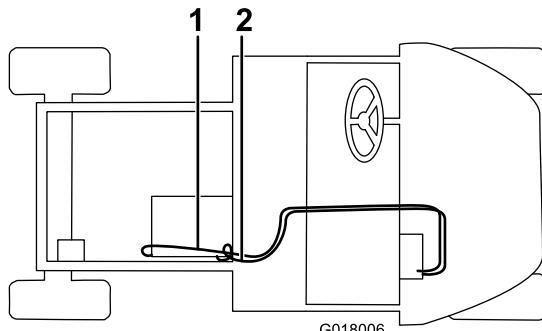

Bild 22
5. Schließen Sie den langen Schlauch mit einer Schlauchklemme am Heizungsventil an und verlegen es durch das Loch im Sitzunterteil, durch das Loch im Ladepritschenrahmen und befestigen ihn mit einer Schlauchklemme am geraden Anschlussstück (Bild 22). Schneiden Sie überschüssigen Schlauch ab.
6. Schließen Sie den kurzen Schlauch mit einer Schlauchklemme am weißen Füll-T-Stück an, verlegen ihn durch die R-Klemme am Handschuhfach, durch das Loch im Sitzunterteil und schließen Sie dann das T-Anschlussstück mit einer Schlauchklemme am unteren Kühlerschlauch an (Bild 22). Schneiden Sie überschüssigen Schlauch ab.